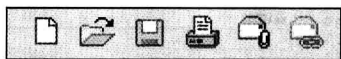

图 1.6 “文件”工具栏
(1) “文件”工具栏。如图 1.6 所示,可以通过该工具栏的功能,进行文件的打开、保存、打印、发送和链接等功能的应用。